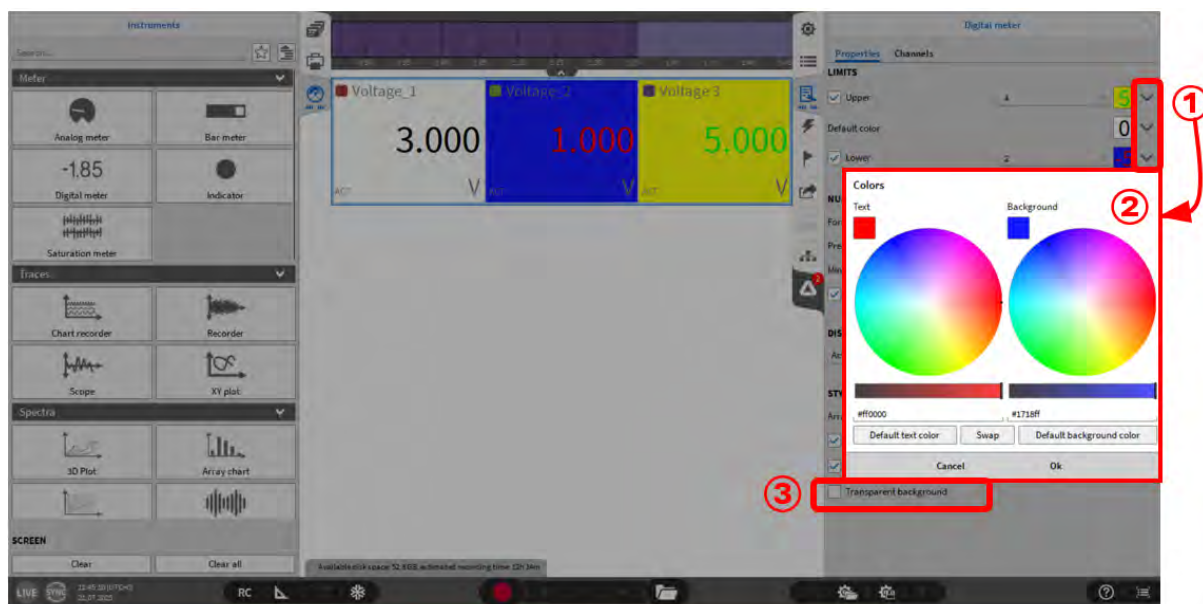

Fig. 8.10: デジタルメーター-Limits
- **Limits**（しきい値設定: Limits 機能では、設定したしきい値に応じてデジタルメーターの文字色を変更できます。この機能は、表示している信号が多く画面が煩雑な場合でも、しきい値に達した信号を容易に識別できるため非常に便利です。この機能の例を Fig. 8.10 に示します。上限値および下限値ごとに異なる色を設定できるほか、上限値と下限値の間にある通常状態用のデフォルトカラーも設定できます。まず、デフォルト設定以外の各しきい値について、しきい値を設定する必要があります。その後、Fig. 8.10 の ① に示されているボタンを押して、文字色および背景色を設定できます。① にある各しきい値用のボタンを押すと、新しい設定ウィンドウが表示されます（Fig. 8.10 の ②）。この